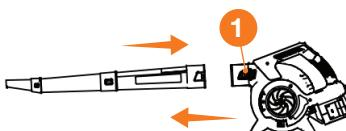

Рис. 4
- Для снятия трубы, необходимо нажать на кнопку фиксатора трубы ①.
**DABL 9042** (Рис. 4),